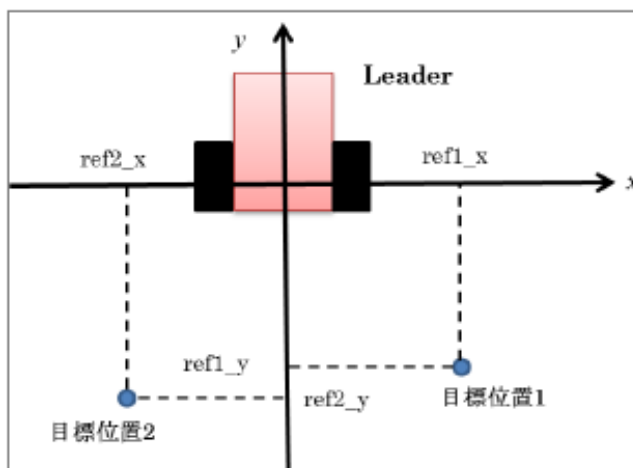

図 4 目標形状指定時の座標系の定義
- ref1_x：1つめの目標位置のx座標値(図4参照)
- ref1_y：1つめの目標位置のy座標値
- ref2_x：2つめの目標位置のx座標値
- ref2_y：2つめの目標位置のy座標値